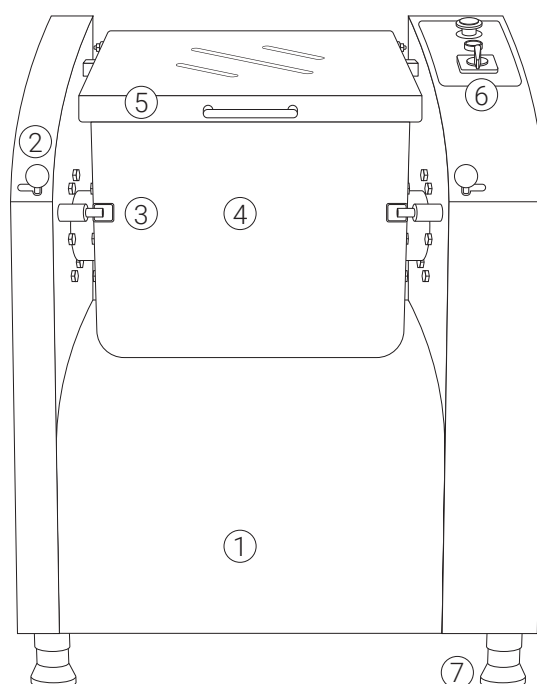

Рис. 1
**5.1.1.** Тестомесильная машина. Вид общий: рис. 1 (может незначительно отличаться в зависимости от модификаций).
- ① Корпус машины. Выполнен из углеродистой стали, покрытой порошковой эмалью.
- ② Ручки фиксаторов дежи. С их помощью оператор осуществляет опрокидывание/фиксацию дежи (на модели PG-18 - 1 шт).
- ③ Фиксатор дежи выдвижного типа (на модели PG-18 - 1 шт).
- ④ Дежа, выполненная из нержавеющей стали AISI 304.
- ⑤ Крышка дежи, защищающая оператора от вращающегося месильного органа, от «распыла» муки и попадания в массу сторонних включений.
- ⑥ Панель управления (на модели PG-18 Z отсутствует ручка направления движения месильного органа).
- ⑦ Ножки опорные.